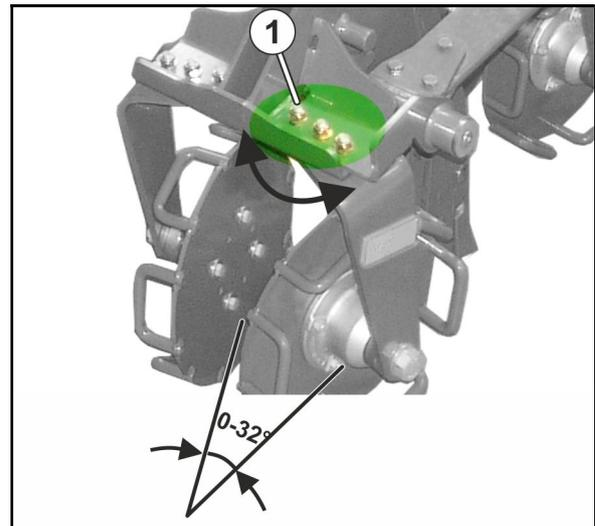

Fig. 79
1. Aflojar las uniones atornilladas (Fig. 79/1) de un rodillo.